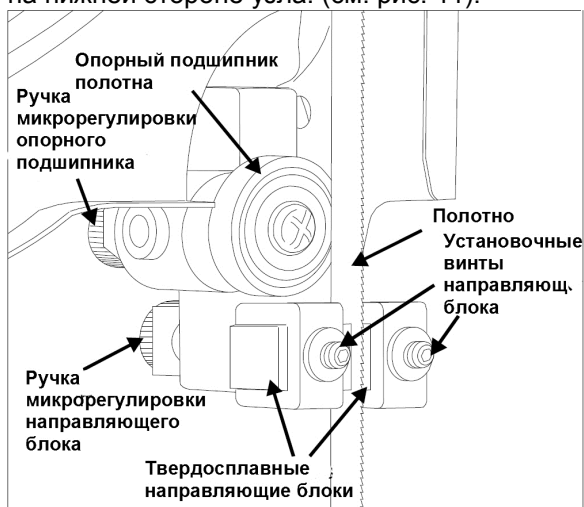

Рисунок 11. Верхние направляющие
7. При помощи торцевого ключа, ослабьте установочный винт, который фиксирует нижний узел направляющих и опорного подшипника. Сдвиньте узел назад как можно дальше при помощи ручки микрорегулировки на нижней стороне узла. (см. рис. 11).